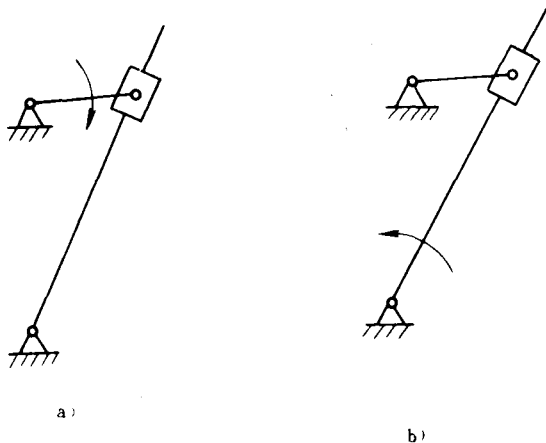

图 1-5
4. 如图 1-5 所示, 摆动导杆机构以曲柄 (图 1-5a) 或导杆 (图 1-5b) 为原动件时, 试分析并分别作出: